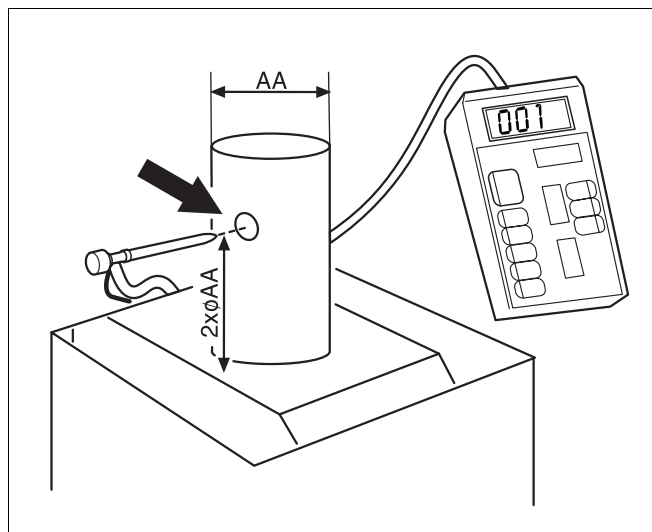

Fig. 8 Măsurarea tirajului coșului
- Tirajul coșului se măsoară în punctul de măsură de pe conducta gazelor de evacuare cu ajutorul unui manometru cu țeavă oblică sau cu ajutorul unei truse digitale de măsură. Valoarea măsurată trebuie să fie între 1,5 și 5 Pa (Fig. 8).